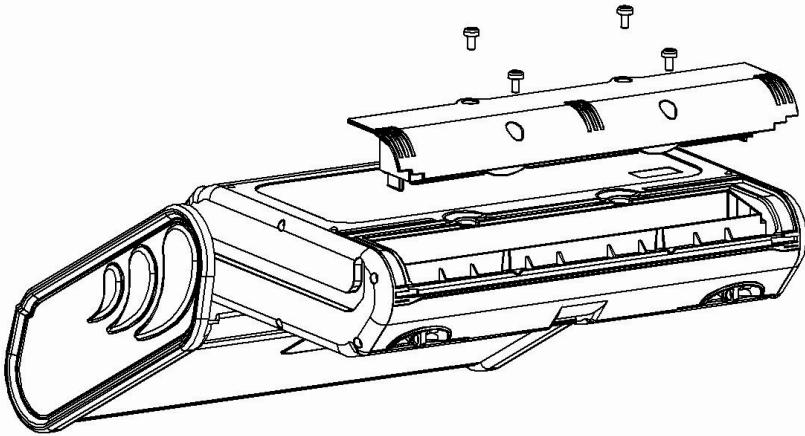

Fig. 7.1. Tauschen des Akkupacks
- Entfernen Sie die 4 Schrauben der Batteriefachabdeckung **Fig. 7.1**),